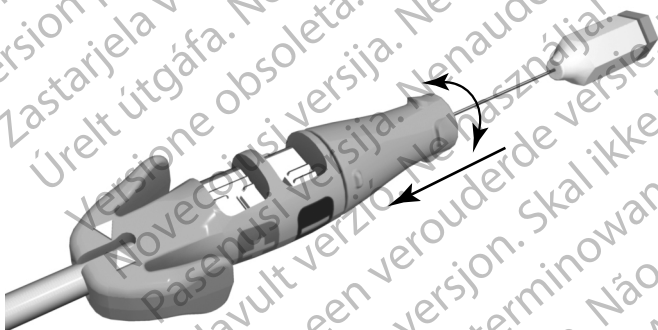

Figura 4. Cabezal de fijación de la herramienta de conexión encajado
1. Sujete la herramienta de conexión y el molde de la funda del terminal. Para encajar el cabezal de fijación en el extremo terminal del conector, empújelo hacia el cuerpo de la herramienta de conexión de modo que no quede hueco. Gire el cabezal de fijación en sentido horario para extender la hélice o antihorario para retraerla. Observe que la hélice se extiende y se retrae (Figura 4 Cabezal de fijación de la herramienta de conexión encajado en la página 19).